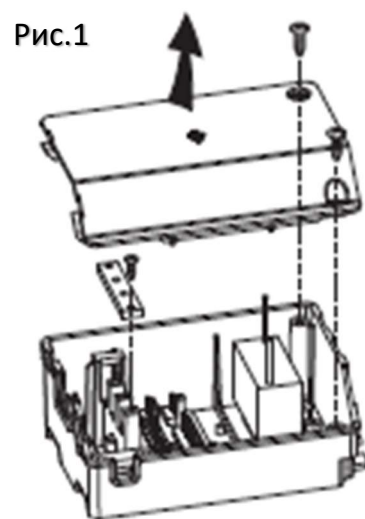

Рис.2
3. Найдите клемму соединительного провода и вытащите ее (рис.2).